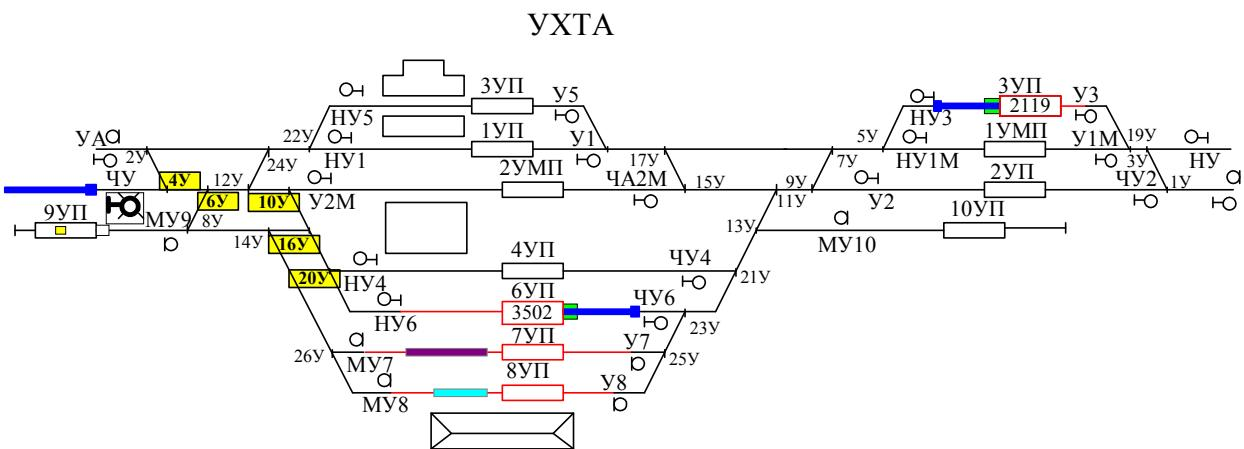

Рис. 7. Прием поезда № 2004 на станцию Ухта по пригласительному сигналу
- б) установить белую рамку на входной светофор «ЧУ» (рис. 7);